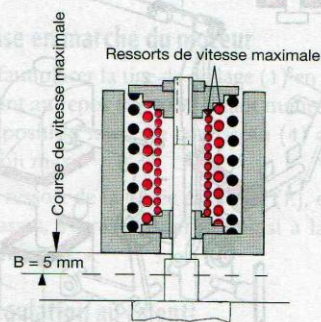

Figure 90.10. Masse avec course de régulation maxi
Lorsque la force des masses (6) devient prépondérante par rapport au tarage des ressorts de vitesse (plus le ressort de ralenti) (fig. 90.10 à 90.13), les masses s'écartent et parcourent la course de régulation maxi « B » = 5 mm. La pièce d'articulation (5) est tirée vers l'avant, emmenant le bras de levier (2) qui pivote sur l'axe du coulisseau (4). La tige de réglage (1) est alors tirée vers l'arrière, soit vers le débit nul.